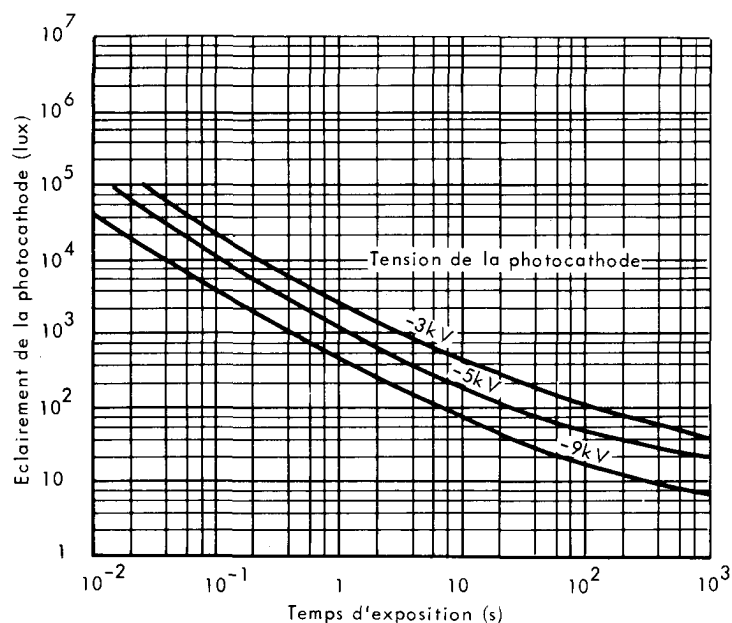

Fig 1 - Eclairements limites
- 4 - Le tube ne doit pas être soumis à des niveaux lumineux supérieurs à ceux définis par les courbes de la figure 1*.